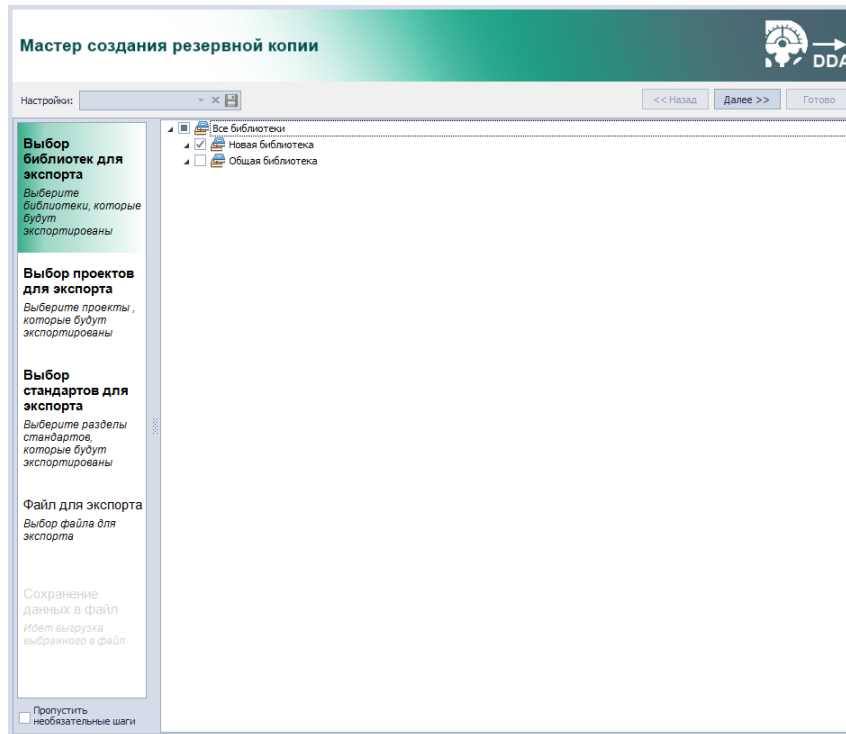

Рис. 72 Выбор библиотек, которые будут добавлены в резервную копию
2. В открывшемся окне мастера создания резервной копии выберите библиотеки, которые будут добавлены в создаваемую резервную копию, и нажмите кнопку «Далее», см. Рис. 72.